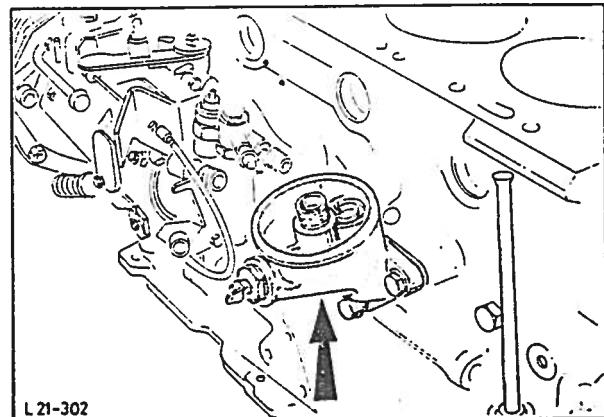

Fig. 79 Oljefilterflens.
56. Skru på oljefilterflensen med en ny tettningsring og trekk til med riktig moment, fig. 79.